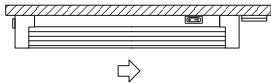
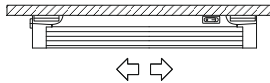

Рисунок 4
Рисунок 5
– вставьте в Т-образный паз второй элемент крепления (рисунок 4) и переместите светильник в обратном направлении, пока оба установочных элемента не окажутся по центру Т-образных пазов светильника (рисунок 5);